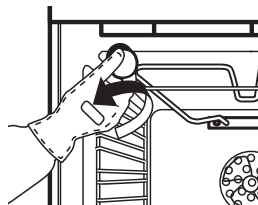

Fig. 5
- Odkręcić klosz (rys. 5), wymienić żarówkę (typ - patrz uwaga poniżej) i z powrotem przykręcić klosz.